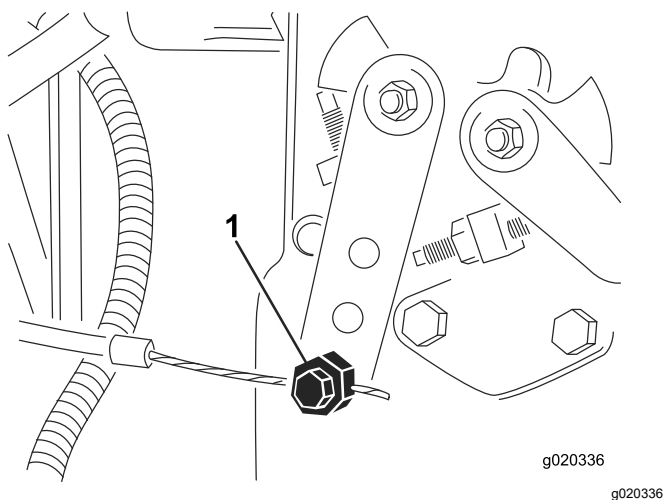

Bild 77
2. Lockern Sie den Anschluss des Gaszugs am Arm der Einspritzpumpe (**Bild 77**).